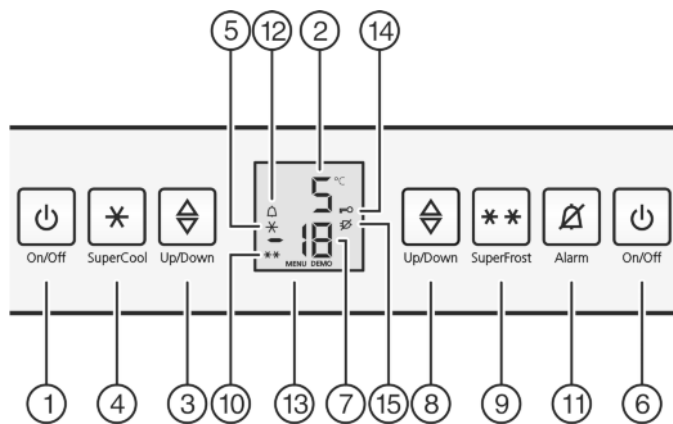

Fig. 2
- Appuyer sur la touche On/Off Fig. 2 (6) du congélateur.
- Appuyer sur la touche On/Off Fig. 2 (1) du compartiment réfrigérateur.
- Activer le mode de réglage : appuyer sur la touche SuperFrost Fig. 2 (9) pendant env. 5 secondes.
- ▷ Le symbole Menu Fig. 2 (13) apparaît dans l'affichage.
- Confirmez en appuyant brièvement sur la touche SuperFrost Fig. 2 (9).
- ▷ Le symbole Sécurité enfants *Fig. 2 (14)* s'allume dans l'affichage.
- ▶ Appuyer brièvement sur la touche On/Off du compartiment congélateur *Fig. 2 (6)*.
- ▶ Activer le mode de réglage : appuyer sur la touche SuperFrost *Fig. 2 (9)* pendant env. 5 secondes.
- ▷ Le symbole Menu *Fig. 2 (13)* apparaît dans l'affichage.
- ▶ Confirmez en appuyant brièvement sur la touche SuperFrost *Fig. 2 (9)*.
- ▷ Le symbole Sécurité enfants *Fig. 2 (14)* s'éteint.
- ▶ Appuyer sur la touche Alarme *Fig. 2 (11)*.
L'affichage de la température clignote en même temps que le symbole Alarme *Fig. 2 (12)*.
L'avertisseur sonore s'éteint automatiquement et le symbole Alarme *Fig. 2 (12)* et l'affichage de température arrêtent de clignoter lorsque la température est de nouveau suffisamment froide.